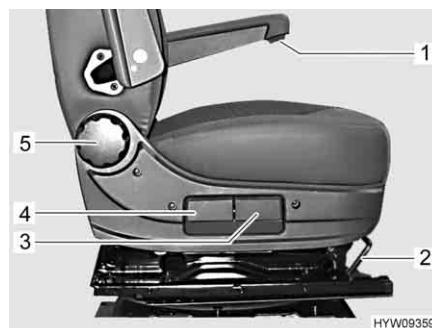

Fig. 20 Elementi di comando (sedile del conducente/passeggero)
- Tirare la staffa (Fig. 20,2) verso l'alto.
<ul style="list-style-type: none"> <li>■ Tirare la maniglia (Fig. 20,3) verso l'alto.</li> <li>■ Regolare il piano di seduta anteriore con l'inclinazione desiderata caricando a scaricando il sedile.</li> <li>■ Rilasciare la maniglia. Bloccando il piano di seduta si deve sentire un leggero clic.</li> <li>■ Tirare la maniglia (Fig. 20,4) verso l'alto.</li> <li>■ Regolare il piano di seduta posteriore con l'inclinazione desiderata caricando a scaricando il sedile.</li> <li>■ Rilasciare la maniglia. Bloccando il piano di seduta si deve sentire un leggero clic.</li> </ul>
<ul style="list-style-type: none"> <li>■ Ruotare la rotella zigrinata (Fig. 20,5). A seconda della direzione di rotazione lo schienale si muove in avanti o indietro.</li> </ul>
- Ruotare la rotella zigrinata (Fig. 20,1). A seconda della direzione di rotazione il bracciolo si muove verso l'alto o verso il basso.